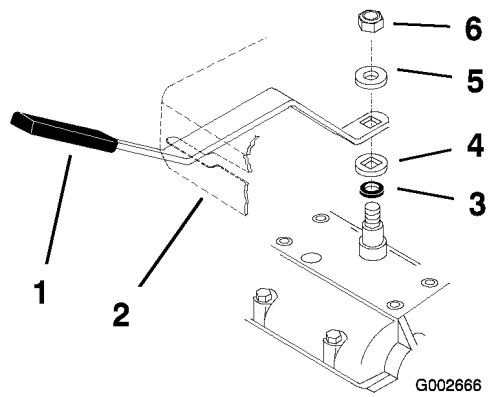

Figura 7
1. Ponga la palanca en segunda velocidad y verifique la alineación de la palanca en la ranura de la chapa de la palanca de cambios. Debe haber la misma holgura por encima y por debajo de la palanca (Figura 7).
2. Si la holgura no es correcta, retire la palanca y dóblela ligeramente para ajustarla (Figura 7).
- Ponga la palanca en punto muerto y verifique la alineación de la palanca en la ranura de la chapa de la palanca de cambios. Debe haber la misma holgura en ambos lados de la palanca (Figura 7).